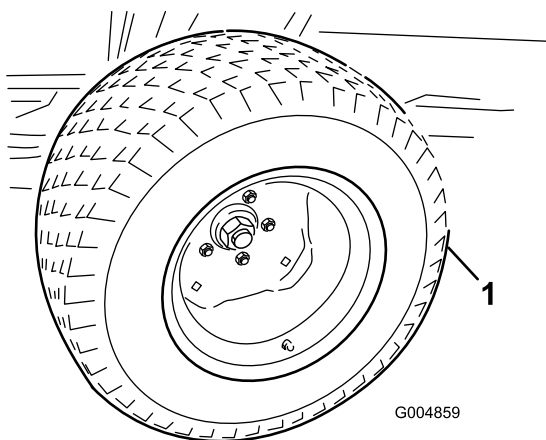

Figura 48
8. Con el bastidor de invierno apoyado contra el bastidor trasero, eleve el gato de suelo lo suficiente para poder retirar los neumáticos de tracción de verano (Figura 48). Instale los neumáticos de invierno con 2 tuercas de rueda en cada lado.